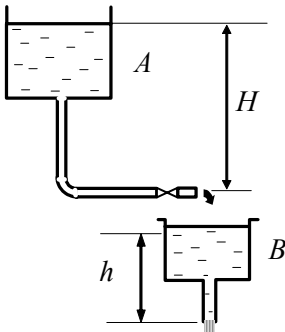

Рисунок 3.10
3.32. Вода сливается из бака  $A$  в бак  $B$  по трубопроводу, диаметр которого  $d = 80 \text{ мм}$  и длина  $l = 10 \text{ м}$  (рисунок 3.10). Из бака  $B$  вода вытекает в атмосферу через цилиндрический насадок такого же диаметра  $d_1 = 80 \text{ мм}$  (коэффициент расхода  $\mu = 0,82$ ).